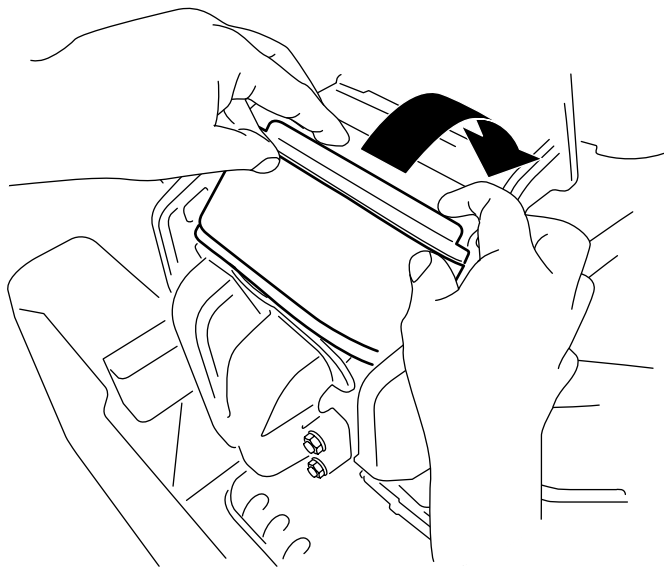

Figura 40
3. Rode o filtro para baixo para a câmara e encaixe completamente contra o coletor (**Figura 40**).